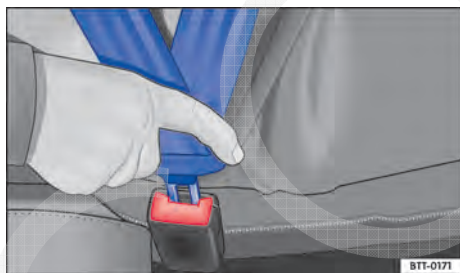

Fig. 63 Introduzir a lingueta do cinto de segurança no fecho do cinto de segurança.
- Introduzir a lingueta do fecho firmemente no fecho do cinto de segurança pertencente ao assento ⇒ Fig. 63.